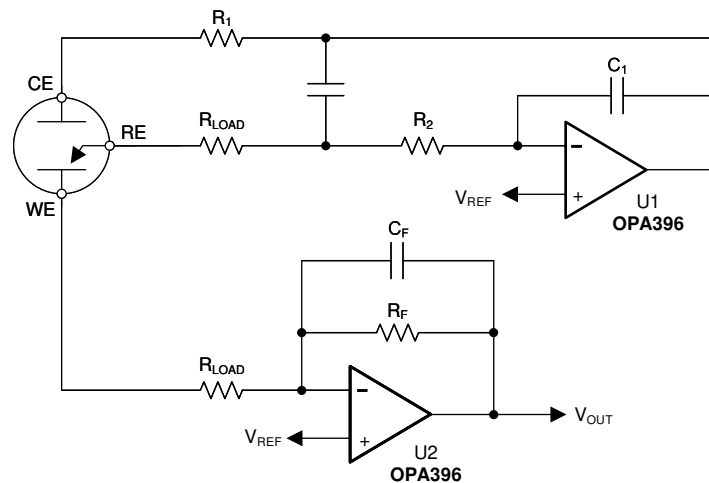

图 8-1. 三端 CO 气体传感器
图 8-1 显示了一个与三端非偏置 CO 传感器配合使用的简单低功耗恒电位仪电路。该设计同样适用于许多其他类型的三端气体传感器或电化学电池。基本传感器具有三个电极：感应或工作电极 (WE)、计数器电极 (CE) 和参考电极 (RE)。电流在 CE 和 WE 之间流动，其大小与检测到的浓度成正比。RE 监测内部参考点的电势。对于非偏置传感器，必须通过调节 CE 上的偏置将 WE 和 RE 保持在相同的电势。通过由 U1 形成的恒电位仪电路，伺服反馈操作会将 RE 引脚保持在由 V_{REF} 设置的电势。由于传感器的大电容， R_1 可保持稳定。C1 和 R2 形成恒电位仪积分器并设置反馈时间常数。U2 形成跨阻放大器 (TIA)，以将产生的传感器电流转换为与之成正比的电压。跨阻增益和最终的灵敏度由 R_F 根据方程式 1 进行设置：